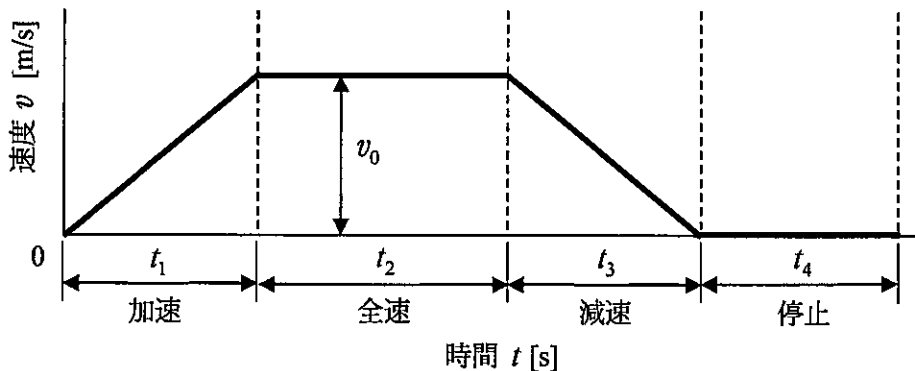

図2 速度の運転パターン
3) 一方、図2に示す速度パターンで運転する場合の加速度 $\frac{dv}{dt}$ [m/s²] 及び位置 x [m] は次のようになる。なお、簡単のため、各区間の始まりをそれぞれの時間軸の原点とした。
また、図2で速度を全区間にわたり積分すると巻上げ深度となることから、次式の関係がある。